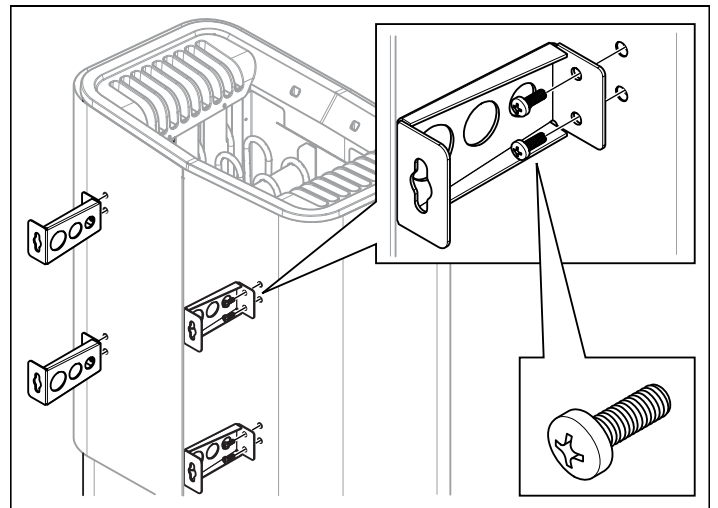

Fig 12: Montera konsolerna på aggregatet
6. Lossa de två första skruvarna på aggregatets baksida och skruva fast en av de fyra konsolerna. Upprepa proceduren tills alla konsolerna sitter på plats se Fig 12.